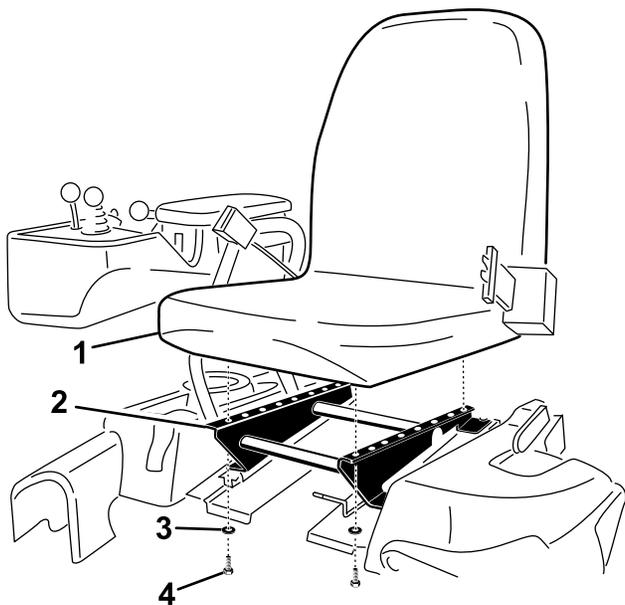

Рисунок 4
3. Закрепите сиденье на основании 4 ранее снятыми болтами и шайбами (Рисунок 4).